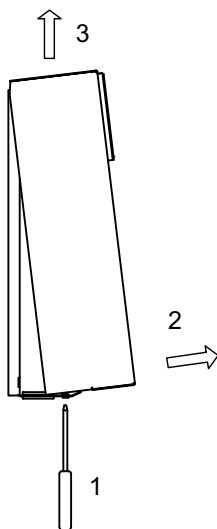

Abb. 3.2: Abdeckung öffnen
- Abdeckung Regler öffnen (Abb. 3.2 auf S. 4)